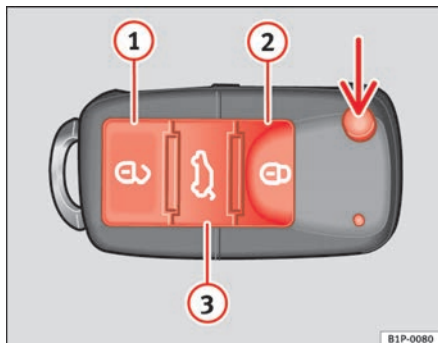
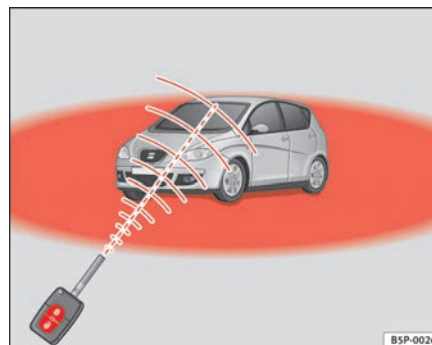

Abb. 64 Tastenbelegung
Abb. 65 Wirkungs-
Mit der Taste \Rightarrow Abb. 64 (Pfeil) der Fernbedienung wird der Schlüsselbart ausgeklappt.
Fahrzeug entriegeln \Rightarrow Abb. 64 ①.
Fahrzeug verriegeln \Rightarrow Abb. 64 ②.
Heckklappe entriegeln. Drücken Sie die Taste \Rightarrow Abb. 64 ③, bis alle Blinkleuchten am Fahrzeug kurz aufleuchten. Nach Drücken der Entriegelungstaste \Rightarrow ③ können Sie die Heckklappe innerhalb von 2 Minuten öffnen. Nach Ablauf dieser Zeit wird die Heckklappe wieder verriegelt.
Zudem blinkt die Batterie-Kontrollleuchte des Schlüssels \Rightarrow Abb. 64 auf.
Bei einmaligem Drücken der Taste \Rightarrow Abb. 64 ①, wird nur die Fahrertür geöffnet. Alle anderen Türen bleiben verriegelt. ▶
Bei zweimaligem Drücken der Taste  ⇒ Seite 101, Abb. 64  werden alle Türen entriegelt.
- Die Funkfernbedienung funktioniert nur, wenn Sie sich im Wirkungsbereich befinden ⇒ Seite 101, Abb. 65 (rote Fläche).
- Verwenden Sie die beiden Schlüssel, die mit dem Fahrzeug ausgehändigt werden, den Funkschlüssel und den normalen Schlüssel ⇒ Seite 101, Abb. 64 ⇒ Seite 101, Abb. 65.
- Verriegeln Sie das Fahrzeug mit dem Schlüssel mit Funk-Fernbedienung ⇒ Seite 101, Abb. 64 ⇒ Seite 101, Abb. 65 über das Schloss in der Fahrertür.